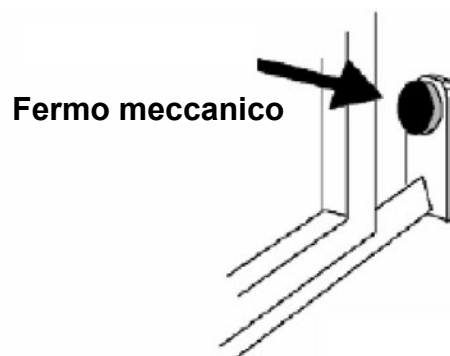
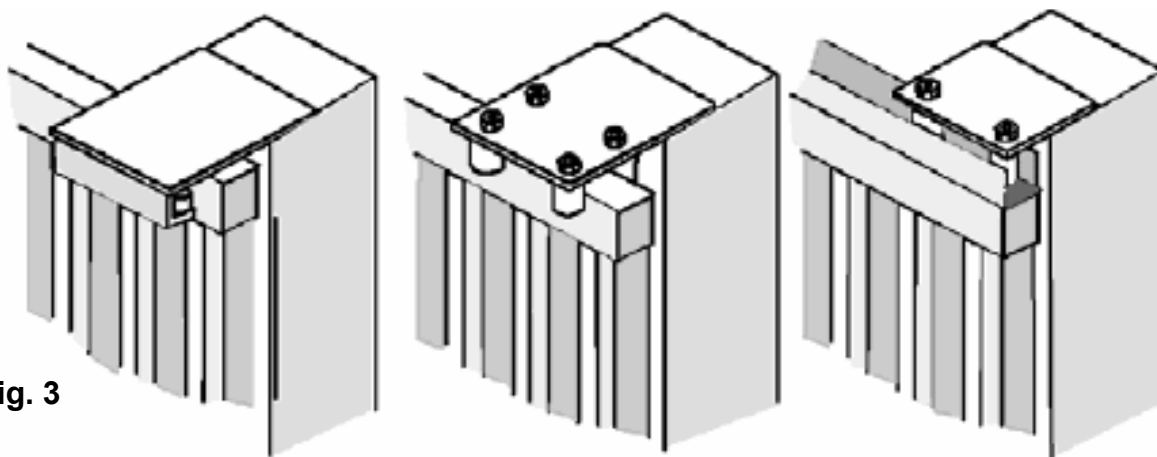

Fig. 2
Fig. 3
- Prima di procedere al montaggio dell'automatismo, si verifichi che il cancello sia perfettamente funzionante, inoltre, è opportuno verificare che la guida di scorrimento a terra (**V. Fig. 1**) non presenti malformazioni, che sia perfettamente a livello e che sia presente il fermo meccanico in apertura (**V. Fig. 2**) al fine di evitare che il cancello esca fuori dalle guide superiori (**V. Fig. 3**)
- Verificare la guida di scorrimento superiore (**V. Fig. 3**) che sia ben salda e il cancello vi scorra liberamente.
Fissare la cremagliera sul cancello in modo saldo prevedendo una distanza da 2 a 3 mm dal pignone del motore (Fig.2).
I finecorsa si possono installare nella colonna o nella posizione desiderata a seconda delle esigenze e puo essere di tipo magnetico o elettromeccanico (non forniti con il motoriduttore) (Fig. 3)